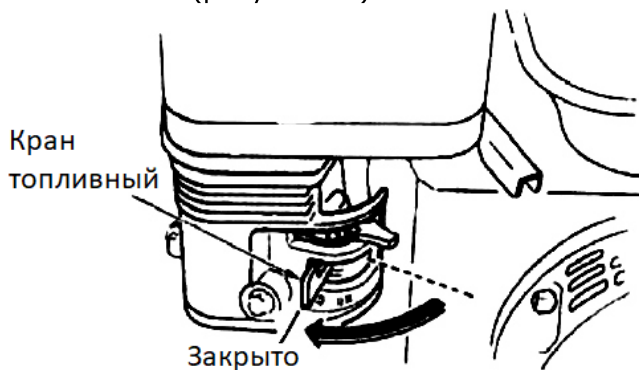

Рисунок 20
- Переведите топливный кран в положение «Закрыто» (рисунок 20)